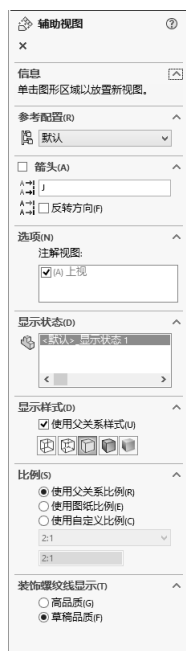

图 6-18 “辅助视图”属性管理器
4) 在“辅助视图”属性管理器中（见图 6-18）设置选项。在“名称”微调框中指定与剖面线或剖面视图相关的字母。